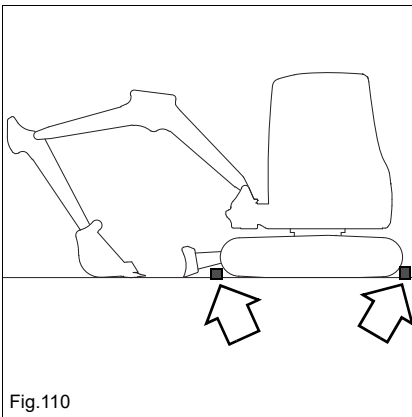

Fig.110
9. Aplicar los seguros necesarios en las orugas (p. ej. cuñas de calce, tacos), según se muestra en *Fig. 110*.